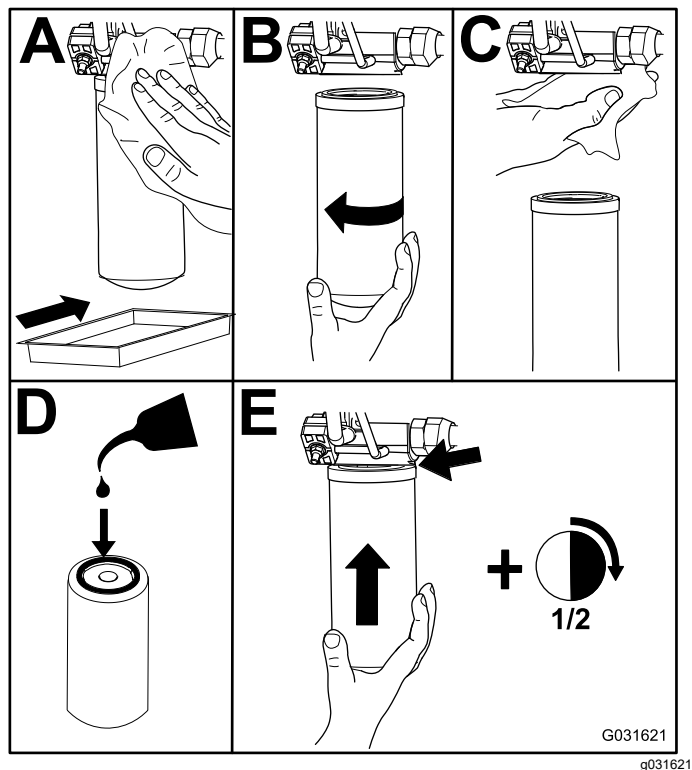

图 79
2. 如图 79 所示更换液压升降舱中的填充液压过滤器。
4. 更换位于机器右侧的回流过滤器图 79。